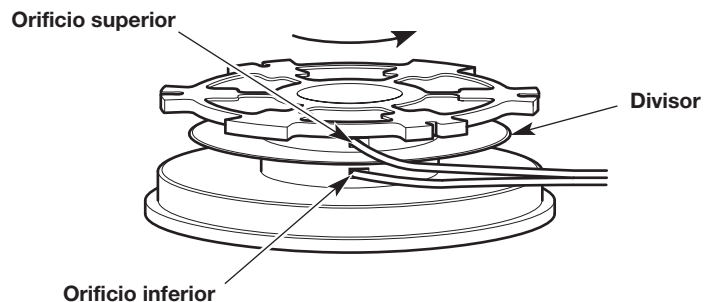

Fig. 22
2. Con uno de los extremos divididos, inserte un hilo dentro del orificio superior y otro hilo dentro del orificio inferior del carrete interior (Fig. 22).